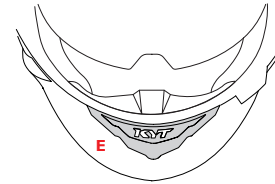

FIGURA 2
TOMA DE AIRE FRONTAL MENTONERA — E — Figura 2/3
- Figura 2: toma de aire completamente cerrada.